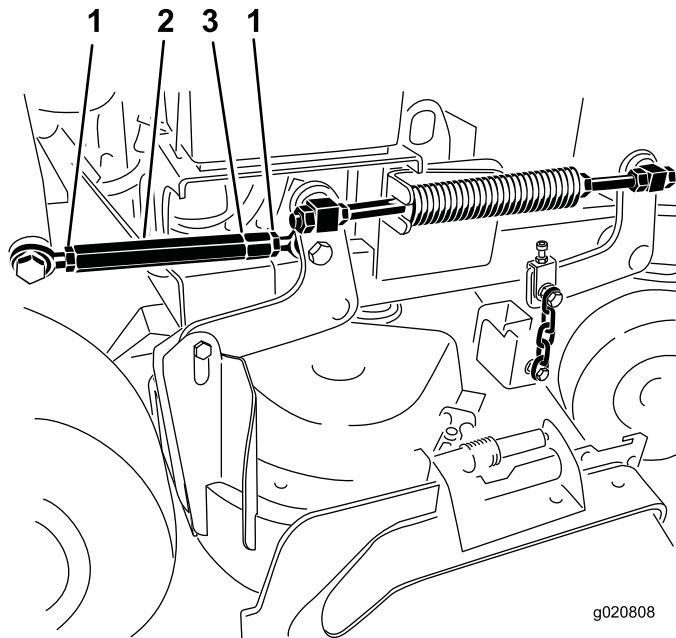

Figure 87
5. Desserrez les écrous de blocage à chaque extrémité du tendeur (Figure 87).
- Remarque:** L'extrémité du tendeur portant la gorge usinée est filetée à gauche (Figure 87).